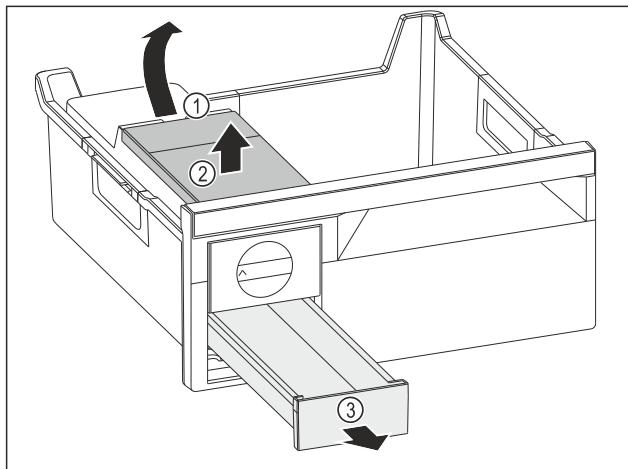

Fig. 105
- Извлеките бак для воды: Поднимите бак для воды за выемку Fig. 105 (1).
- Извлеките бак для воды Fig. 105 (2) движением вверх.
- Извлеките выдвижной ящик для кубиков льда Fig. 105 (3) движением вперед.